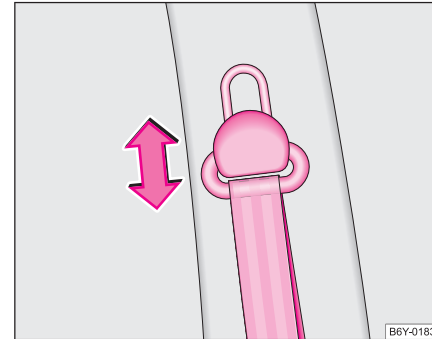

Abb. 109 Vordersitz:
- Zum Einstellen drücken Sie auf den Umlenkbeschlag und verschieben ihn nach oben bzw. unten ⇒ Abb. 109.